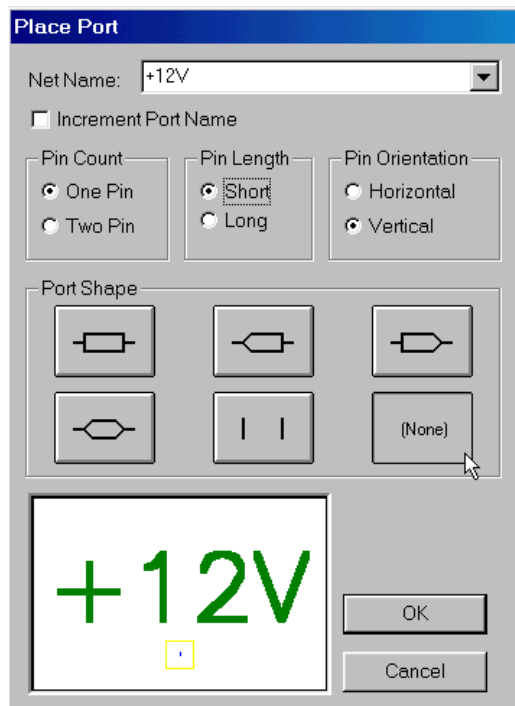

Рис. 6-10. Установка свойств порта
- 2) На панели **Place Port** в окне ввода имени цепи *Net Name* наберите **+12V** (см. рис. 6-10).